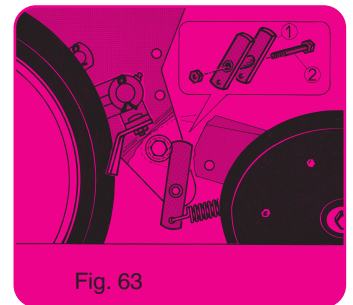

Fig. 63
(Au minimum il faut 1 entretoise en H ① (fig. 63), réf. 7262a, 1 vis H M 10 x 120, 1 écrou H M 10).
Après avoir enlevé la roue de plombage et son cadre, remettre en place les 2 ressorts, du bloc arrière avec l'entretoise en H ① (fig. 63), montée avec la vis H M 10 x 120 plus l'écrou H M 10.
(Distanzhülse ① Fig. 63 ET NR. 7262a, 1 HM Schraube 10 x 120, Mutter HM10)
Nachdem Sie die Andruckrolle und den Rahmen demontiert haben , bauen Sie die zwei Federn mit der Distanzhülse ① Fig 63 und der Schraube HM 10 x 120 mit Mutter HM 10 wieder ein.
(a minimum of 1 H spacer ① (fig. 63) ref 7262a, 1 HM 10 x 120 screw, 1 HM 10 nut).
After having removed the press wheel and its frame, put back in place the 2 springs, the rear unit with the H spacer ① (fig. 63), assembled with the HM 10 x 120 and the HM 10 nut.